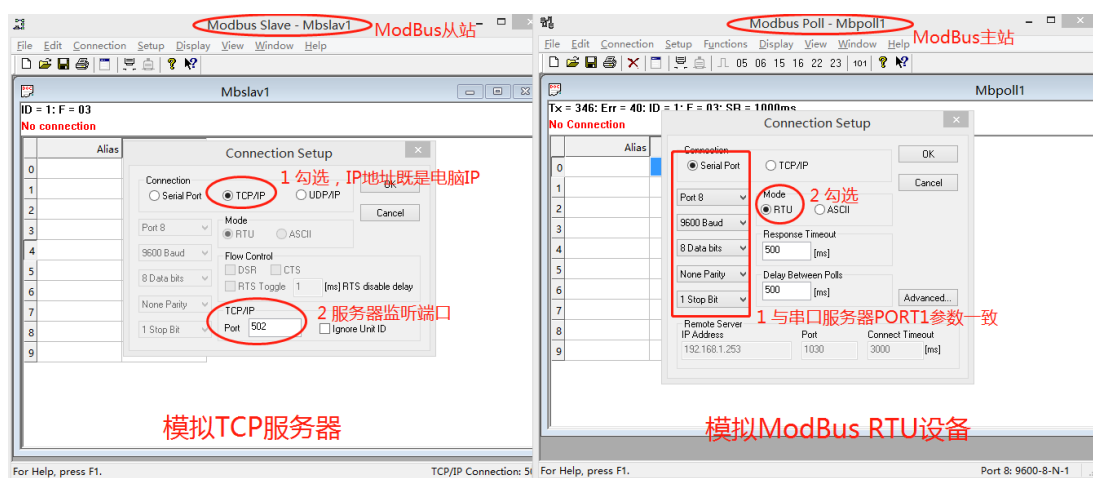
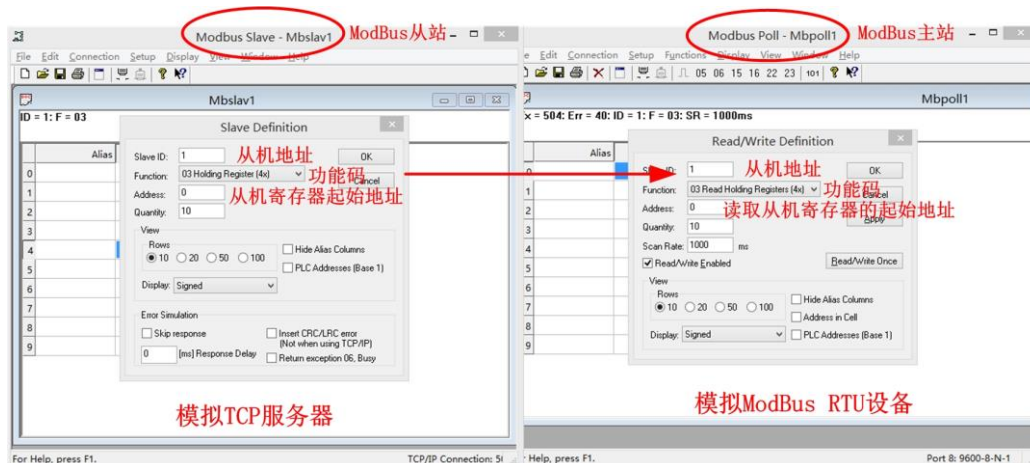

图 5.6 ModBus Slave、ModBus Poll 软件参数配置 1
图 5.7 ModBus Slave、ModBus Poll 软件参数配置 2
- ① 确保电脑 IP 与串口服务器 IP 在同一网段且不冲突。
- ① 图中是以串口 1 (PORT1) 为例，其他端口的配置方法一样，用户可以使用【克隆】按钮批量修改所有 PORT 的参数。
- ① 点击【端口选择】，可为设备的其他串口配置参数。比如选择 PORT1，即选择的是设备的第一路串口；选择 PORT2，即选择的是设备的第二路串口。
- ① 不同串口的“本地端口”必须不能相同，设备收到网络的数据后正是根据本地端口来区分是发往哪一路串口的。比如第一路串口(PORT1)默认的端口号是 1030, 第二路串口(PORT2)默认的端口号是 1031，依次类推。
3. 打开“Modbus Poll”、“Modbus Slave”软件。其中，用“Modbus Poll”软件模拟用户的 ModBus RTU 设备，用“Modbus Slave”软件模拟用户的 TCP 服务器设备，两款软件分别按图 5.6、图 5.7 所示步骤进行设置。